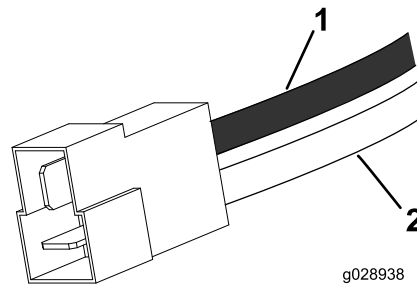

Figura 11
- 6. Introduzca los terminales de los cables en el conector de plástico (Figura 11).